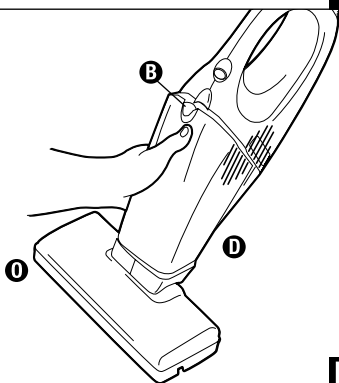

FIG. 11
Step 5: Gently squeeze the sections together until the dust cup latch **B** locks the cup in place (Fig. 11).
- Étape 5 :** Pressez délicatement les sections ensemble jusqu'à ce que le verrou du réceptacle à poussière **B** verrouille le réceptacle en place (Fig. 11).
- Paso 5:** Presione suavemente las secciones para unir las hasta que la traba de bolsa para polvo **B** trabase la bolsa en su sitio (Fig. 11).